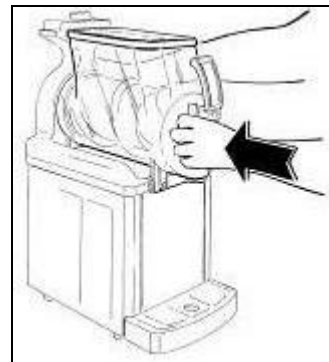

Fig. 23
- Remonter le bac dans son emplacement en vérifiant qu'il adhère parfaitement à son joint (voir la figure 23).